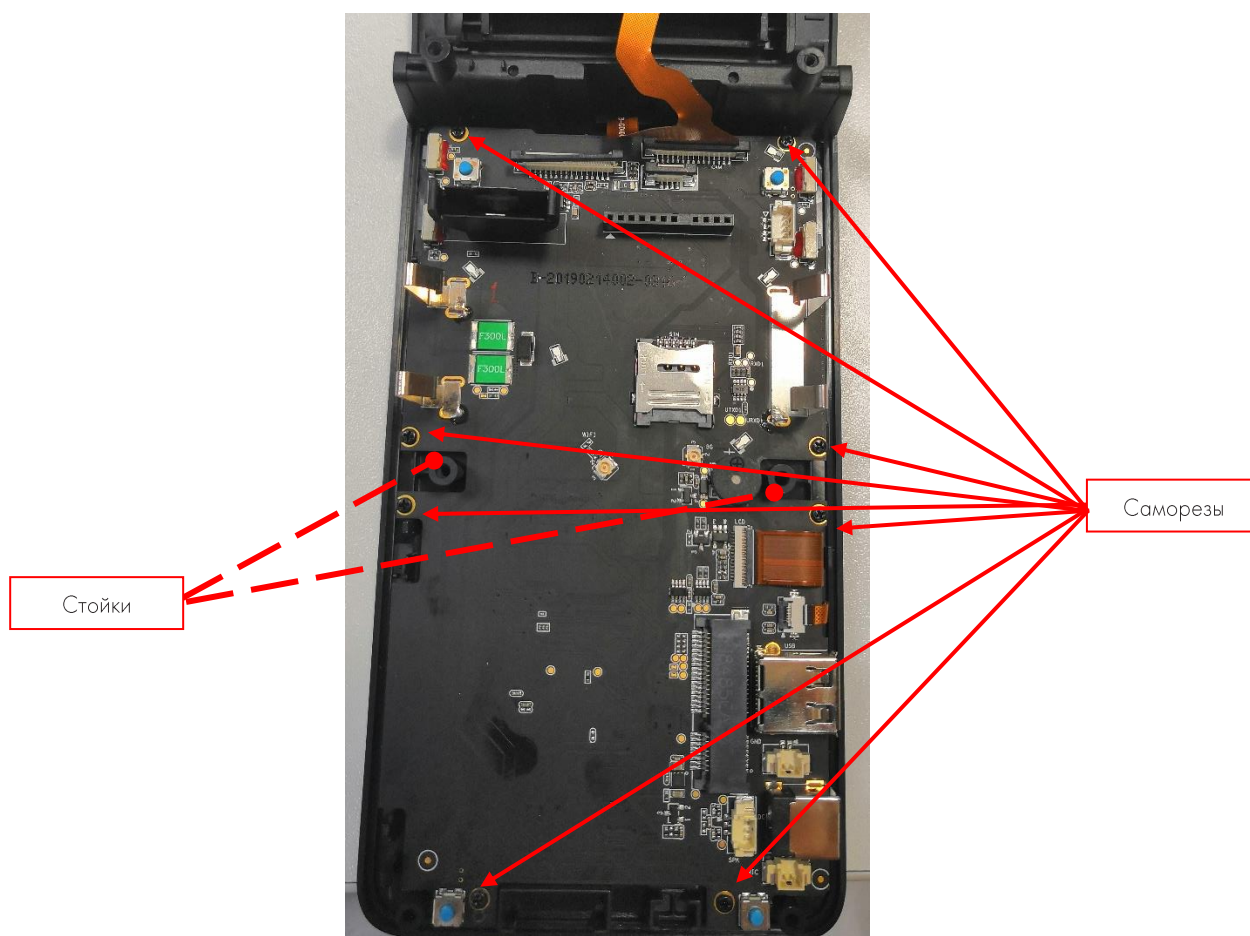

Рисунок 32. Демонтаж модуля управления.
3. Установить модуль управления в корпус верхний, располагая его на стойках. Зафиксировать 8 саморезами (**Рисунок 32**).